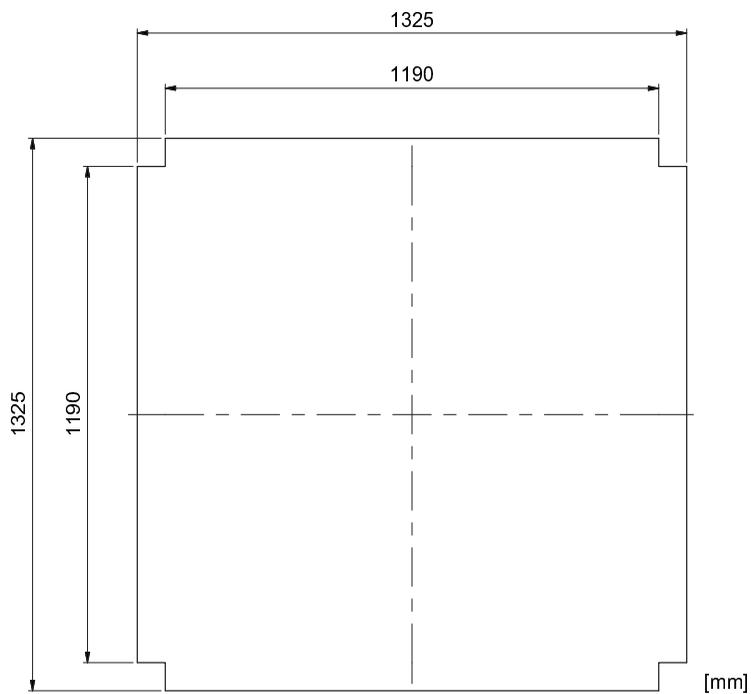
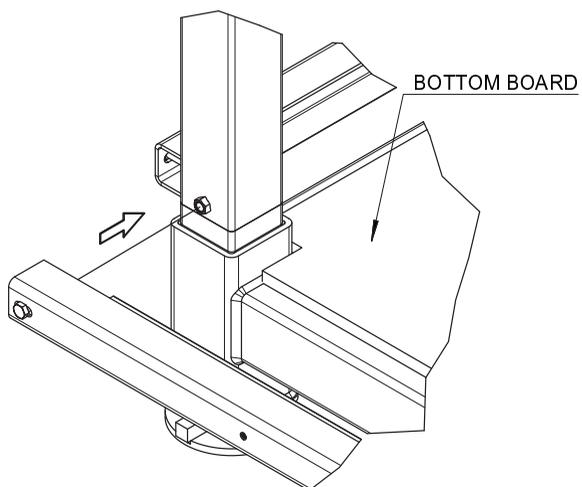

Figure 17. Dimensions de la planche de fond.
Figure 18. Exemple de positionnement du support de coffrage.
4.1 Vérifiez que les quatre poteaux d'angle sont correctement insérés dans le cadre inférieur. Coupez une planche de contreplaqué de coffrage de 18 mm conforme à la norme EN 636-3 au format indiqué sur la Figure 17 et placez-la au centre du cadre inférieur. Boulonnez huit supports de coffrage sur les écrous soudés des poteaux d'angle. Utilisez les boulons fixés aux supports de coffrage. Voir Figure 18. Il n'est pas nécessaire de serrer les boulons pour l'instant.